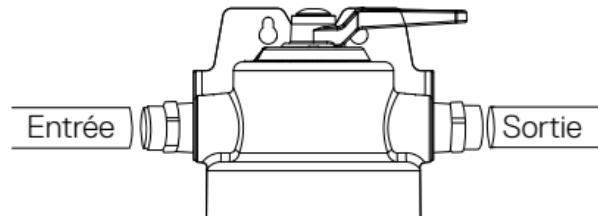

Figure 4
7. En vous référant à la section "Utilisation de raccords à pression", insérez le conduit dans la tête du filtre en vous assurant que le bout du conduit est fermement logé sur la butée. Raccordez le conduit de l'alimentation en eau au port "entrant (IN)" (voir la Figure 4.)